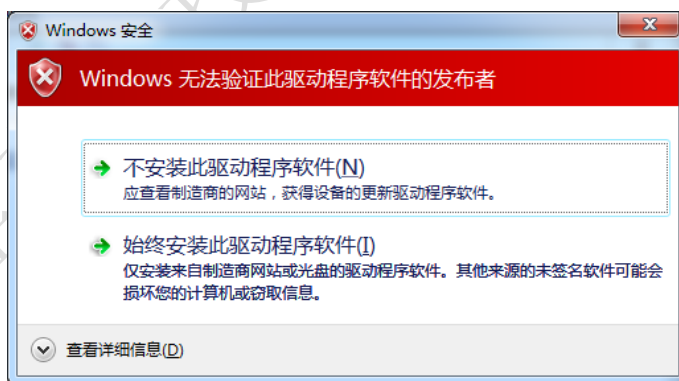

图 17
- ✧ 点击下一步进行安装如果提示警告选择始终安装此驱动程序如图 17